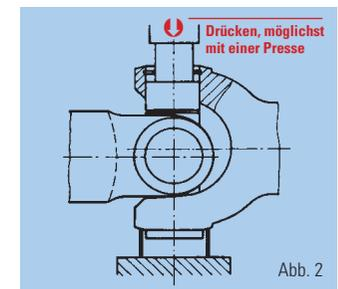

Abb. 2
- An jeder Gelenkgabel wird je eine Lagerbüchse herausgedrückt (Abb. 2).